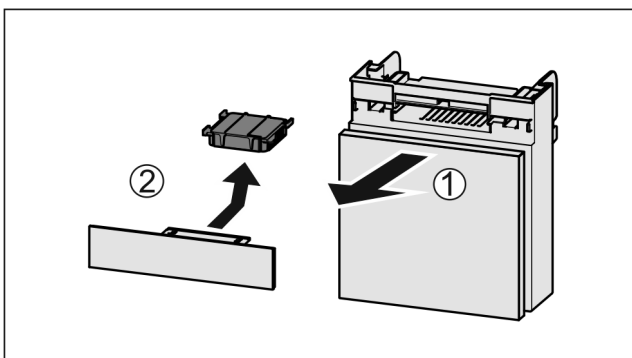

Fig. 42
- ▶ Extrageți Fig. 42 (1) compartimentul către înainte.
- ▶ Scoateți Fig. 42 (2) filtrul de cărbune activ.